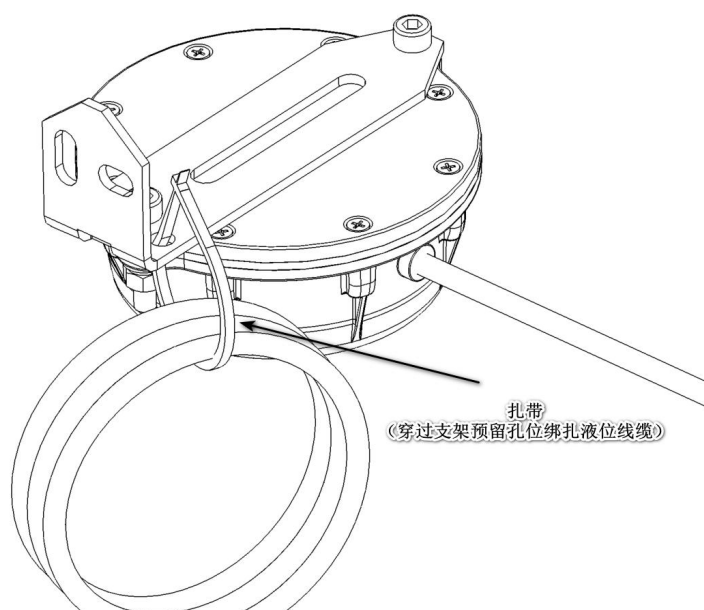

图7 雨水球墨铸铁材料井盖液位线缆绑扎示意图 (安装附件CS-iTWM-05D-A01)
6) 调试完成后，将液位线缆弯折几圈后用扎带穿过支架预留孔位对液位线缆进行紧固操作，拉紧扎带，避免线缆摆动、拉扯监测终端、影响产品安装稳定性，见图 7；